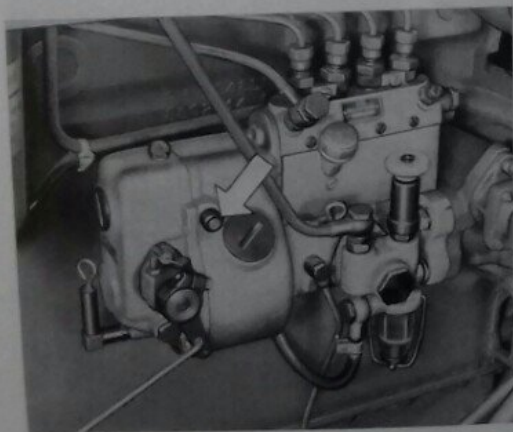

Fig. 7. - Pulsante di comando supplemento portata pompa iniezione (per l'avviamento a freddo).
3. Se il motore è freddo premere il pulsante del supplemento d'iniezione (fig. 7).